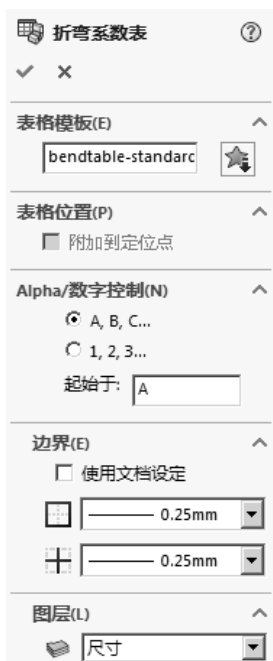

图 7.5.2 “折弯系数表”对话框
Step3. 根据系统提示，选取图纸中的平板型式视图，此时“折弯系数表”对话框如图 7.5.2 所示。